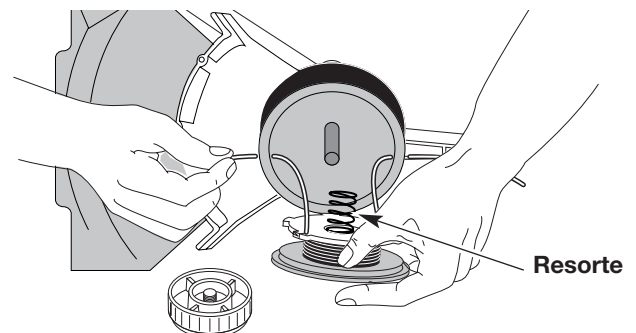

Fig. 39
13. Inserte los extremos de la línea a través de los ojillos de la bobina exterior y coloque el carrete interior con el resorte dentro de la bobina exterior (Fig. 39). Empuje el carrete interior y la bobina exterior entre sí. Mientras sostiene el carrete interior y la bobina exterior, tome los extremos y tire con firmeza para soltar la línea de las ranuras de fijación de la bobina.
5. Inserte los extremos de la línea en los ojajillos de la bobina exterior (Fig. 39).